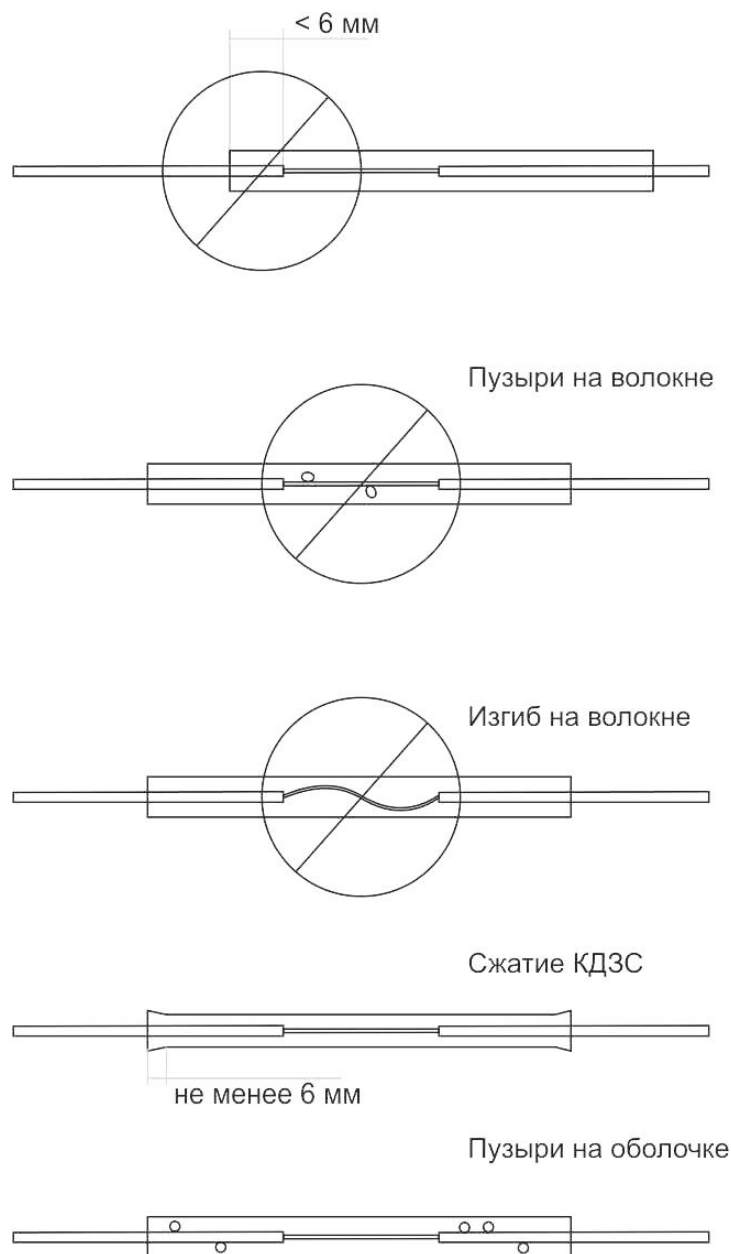

Рис. 3-11.
- 5) Произведите визуальную проверку защитной гильзы на предмет наличия пузырьков и неоднородностей. Если состояние гильзы удовлетворительное, поместите волокно с гильзой в лоток для охлаждения КДЗС. Неудовлетворительные результаты усадки гильзы КДЗС изображены на Рис. 3-11.